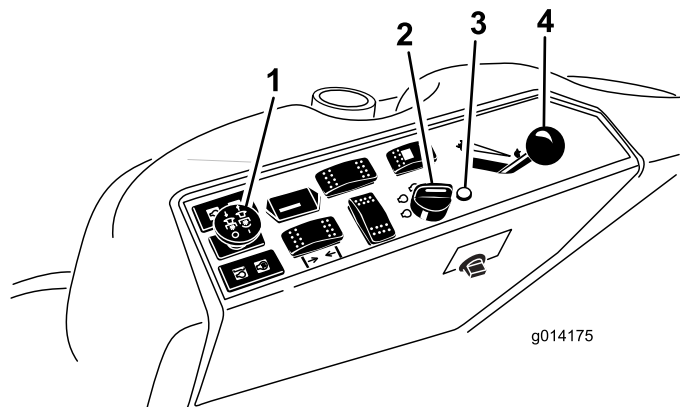

Figura 13
4. Desloque o interruptor PTO (tomada de força) para a posição off (Figura 13).
5. Desloque a alavanca do acelerador para metade entre as posições Fast e Slow (Figura 13).